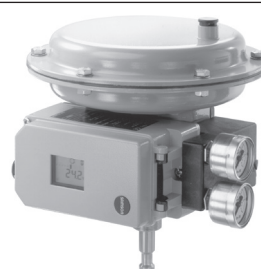

Fig. 1: Type 3730-6
- Montage intégré SAMSON (Fig. 1)